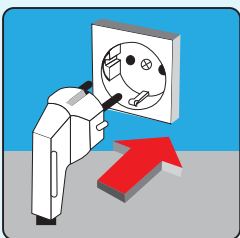

FIGURA 11
- Prima di eseguire il vostro prodotto per la prima volta, pulire l'interno e tutti gli accessori. Se il vostro prodotto è stato scosso durante il trasporto e il posizionamento, in attesa di essere raffreddato (1) ora senza correre. Così, se l'olio nel compressore è infetto, di nuovo. Se funziona senza prestare attenzione a questa situazione, si può danneggiare il compressore.
- Collegare il vostro prodotto a una presa stabilita in conformità delle norme, ha solo 220-240V/50 corrente Hz alternata. (Figura 11)